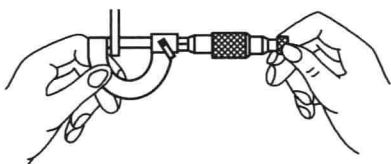

图 1-11 千分尺的使用
2. 测量时，左手握住弓架，用右手旋转活动套筒（图 1-11），当螺杆即将接触工件时，改为旋转棘轮盘，直到棘轮发出“咔”、“咔”声为止。